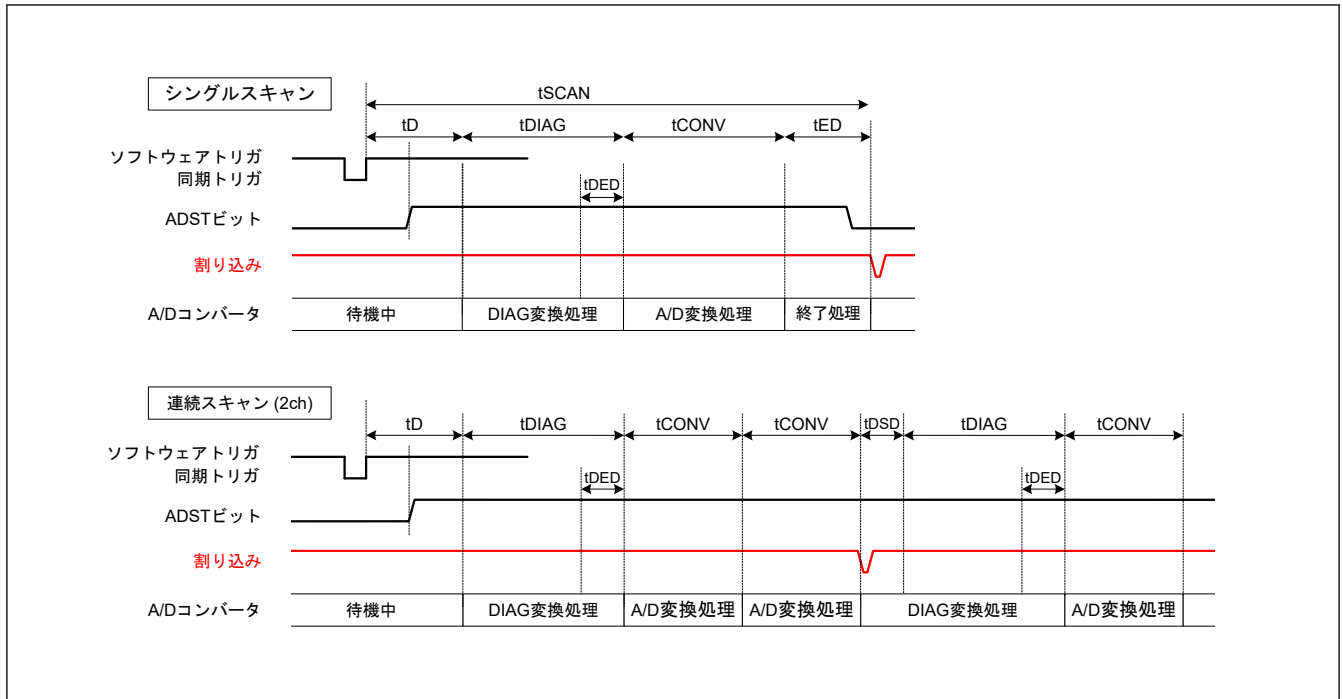
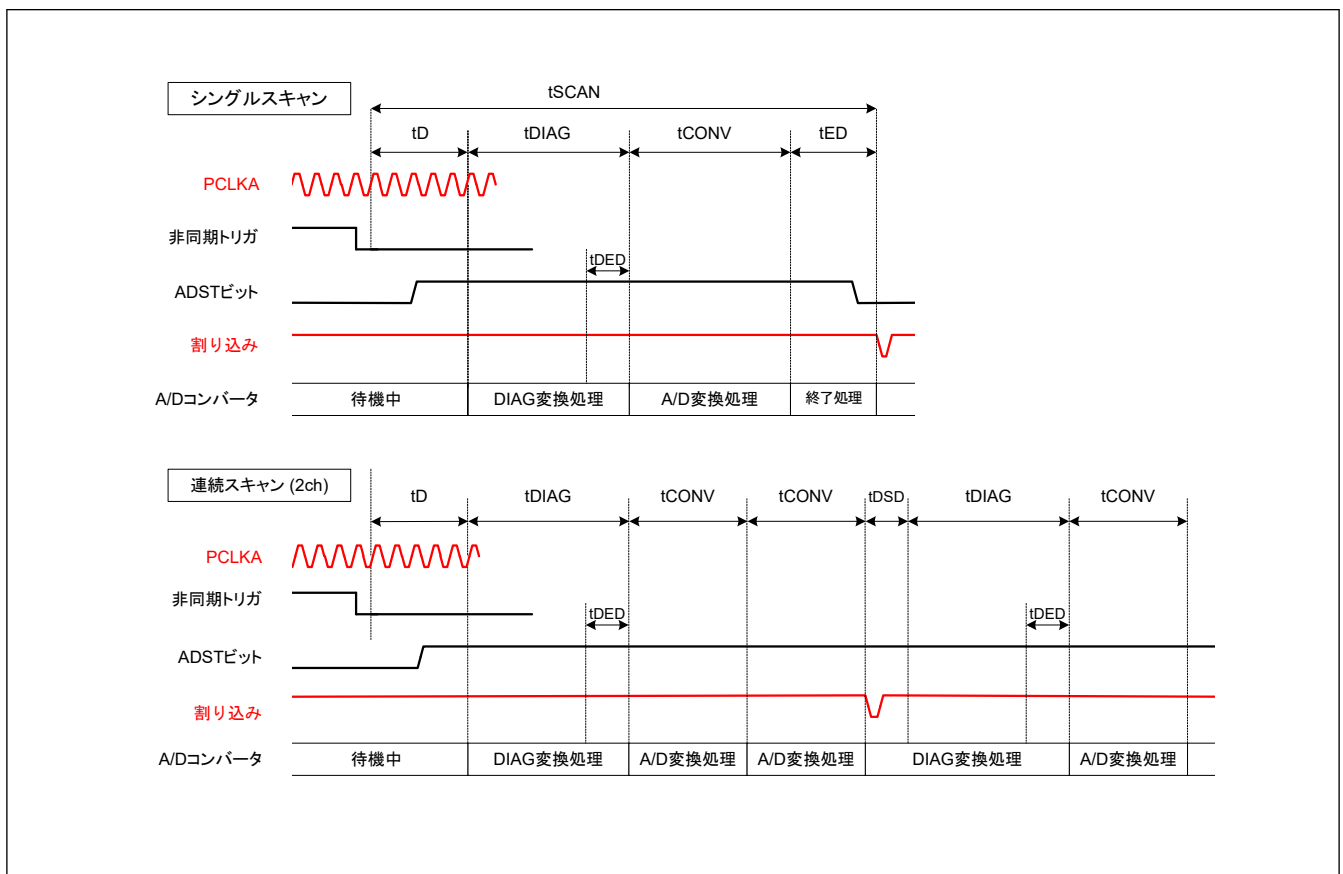

図 33.34 スキャン変換のタイミング (ソフトウェア起動または同期トリガ入力 (ELC) 起動の場合)
図 33.35 スキャン変換のタイミング (非同期トリガ入力 (ADTRG0) 起動の場合)
図 33.34 に、ソフトウェアトリガまたは同期トリガ (ELC) 起動によりスキャン変換を行う場合のタイミングを示します。また、図 33.35 に、非同期トリガ (ADTRG0) 起動によるスキャン変換を行う場合のタイミングを示します。スキャン変換時間 ( $t_{SCAN}$ ) には、スキャン変換開始遅延時間 ( $t_D$ )、チャンネル専用サンプル&ホールド回路処理時間 ( $t_{SPLSH}$ )(注1)、断線検出アシスト処理 ( $t_{DIS}$ )(注2)、自己診断 A/D 変換処理 ( $t_{DIAG}$  および  $t_{DSD}$ )(注3)、A/D 変換処理時間 ( $t_{CONV}$ )、チャンネル専用サンプル&ホールド回路終了時間 ( $t_{SHED}$ )(注4)、およびスキャン終了遅延時間 ( $t_{ED}$ ) が含まれます。
- 注 1.  $t_D$ ,  $t_{SPLSH}$ ,  $t_{DIAG}$ ,  $t_{CONV}$ ,  $t_{ED}$  の各タイミングについては、図 33.34 および 図 33.35 を参照してください。